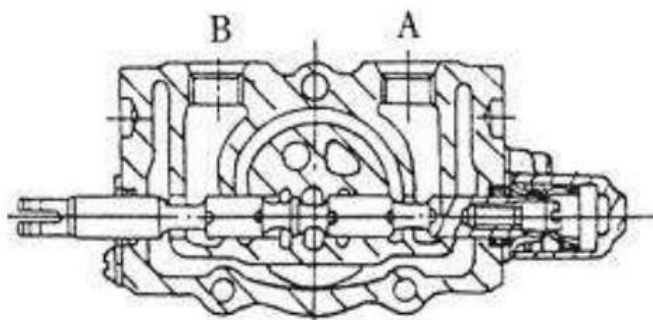

Рис. 7.4. Вытягивание плунжера
(3) Вытягивание плунжера (см. Рис. 7.4).